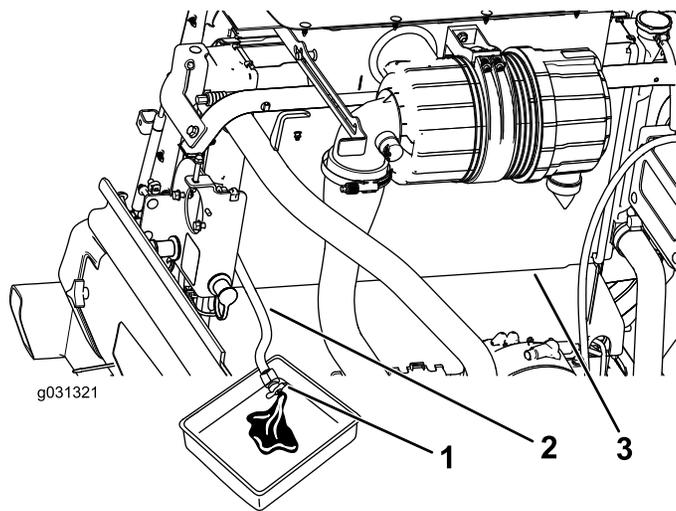

Figura 121
- Con il flessibile di spurgo del radiatore posizionato in una bacinella, aprite la valvola di spurgo sul flessibile del radiatore e spurgate il fluido in una bacinella (Figura 121).
- 4. Chiudete la valvola sul flessibile di spurgo del radiatore (Figura 121).